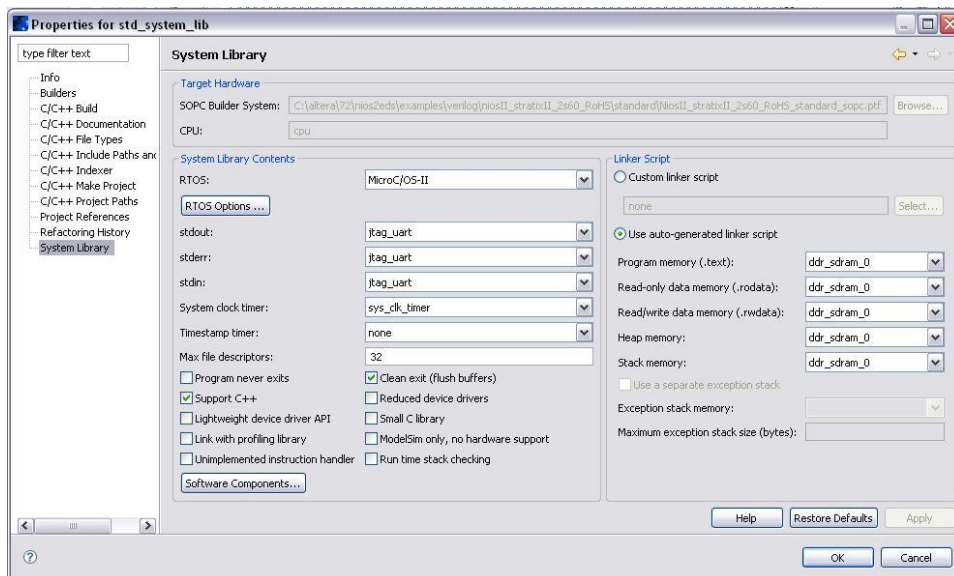

Figura C26 Opciones de Librerías del Sistema
2. Presione clic derecho en librerías del sistema, en **Properties**, en el menú emergente para abrir su cuadro de diálogo. Si estás usando uC/OS-II en el modo de evaluación como distribuidos por Altera, puede que vea la notificación de la licencia en la Figura C2525 y Haga clic en Aceptar. El cuadro de diálogo de opciones de librerías del sistema aparece como se muestra en la Figura C26.